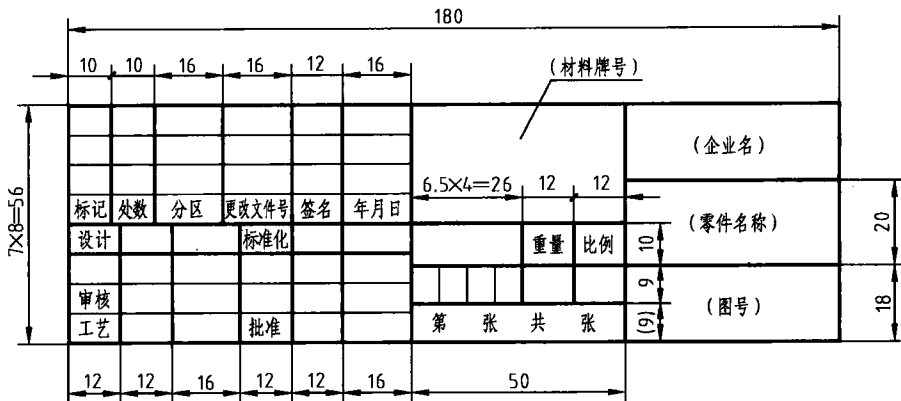

图 1-3 标题栏 (暂不注写文字)
#### 训练 2 绘制 A4 图框和标题栏 (图 1-3)
(5) 使用 Line 命令, 按图 1-3 所示的格式绘制标题栏。
(6) 将文件保存为 “SX1-1. dwg”。